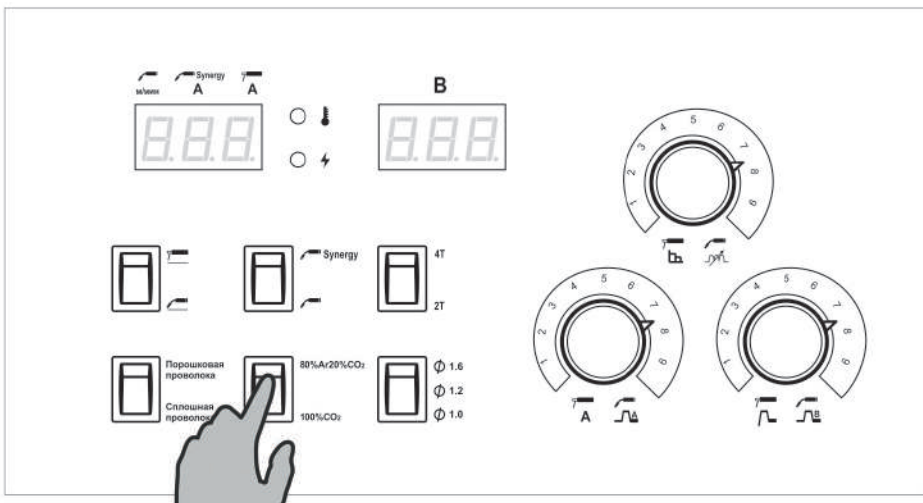
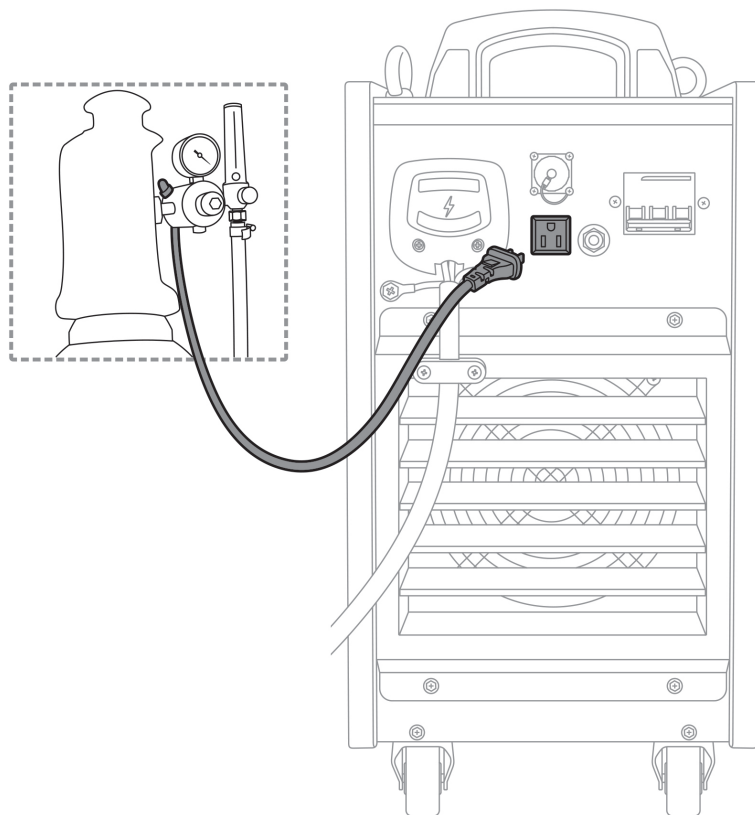

Рис. 8.5.4. Выбор защитного газа.
Рис. 8.7.1. Подключение подогревателя газа.
4. Выберите защитный газ (см. рис. 8.5.4). Защитный газ выбирается в зависимости от требований, предъявляемых к сварочному шву (см. разд. 9.14). При выборе CO2 рекомендовано использовать подогреватель газа (см. рис. 8.7.1).
При интенсивной работе внизу баллона  $\text{CO}_2$  может образовываться большое количество влаги из-за перепада температур. Для исключения попадания влаги в сварочный шов и возможном обмерзании редуктора или регулятора газа на задней панели аппарата установлен специальный разъем с напряжением питания 36 В для подключения подогревателя газа (см. рис. 8.7.1).